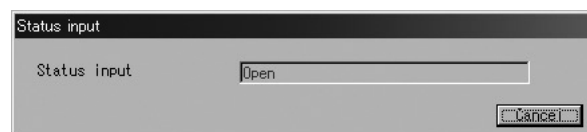

図92
- ① 画面上部メニューの「Diag/Service(T)」をクリックし、「Loop test」のドロップダウンリストの中から「Status input」を選び再度クリックします。
- ② 図92のようなメッセージボックスが現れ、ステータス入力の現在の状態“Short”または“Open”を表示します。状態を確認したら、「Cancel」ボタンをクリックしてStatus inputのメッセージボックスを消してください。